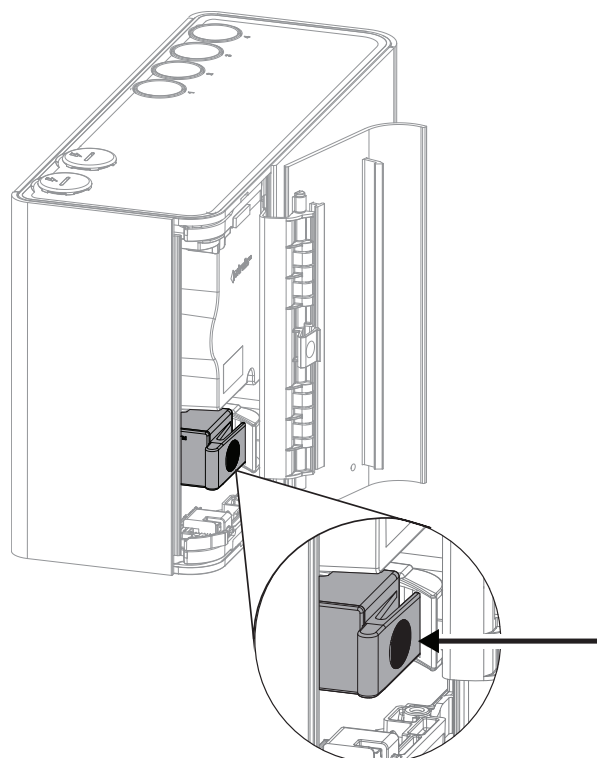

Figura 7-2: Suelte el filtro
2. Haga presión sobre el mecanismo de liberación en la dirección que marca la flecha (Figura 7-2).